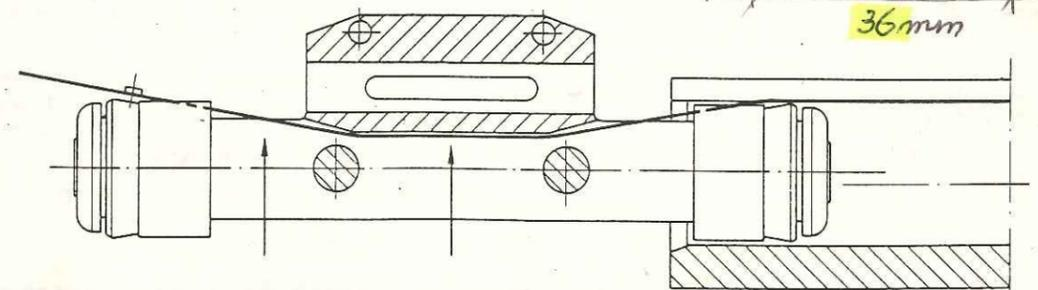

Fig. 2.
3. Das Band ist ca. 200-300 mm aus dem Rohr zu ziehen und durch den Kolben zu führen. Achtung: Band unter Kolbenbügel, jedoch über den beiden Stabmagneten. (Siehe Bild 2)